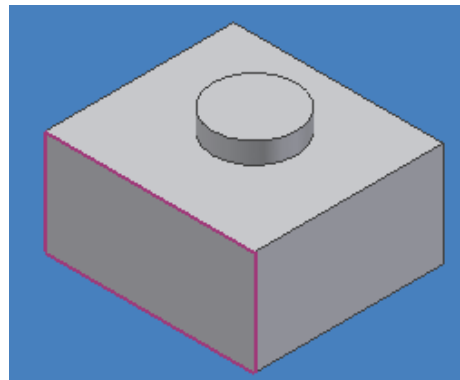

Figura 3.73 Resultado final de la operación EMBOSS FROM FACE.
- Indique la dirección de la operación, seleccione la dirección ascendente, figura 3.73.